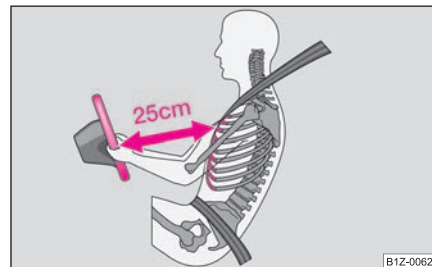

**Fig. 147** Distanza di sicurezza dal volante
- **E' importante che il conducente e il passeggero anteriore mantengano una distanza di almeno 25 cm dal volante e dalla plancia ⇒ **fig. 147**. Se non si rispetta questa distanza minima, il sistema airbag non può proteggere – pericolo di morte! Inoltre, i sedili anteriori e i poggiatesta devono sempre essere regolati in funzione della statura degli occupanti.**